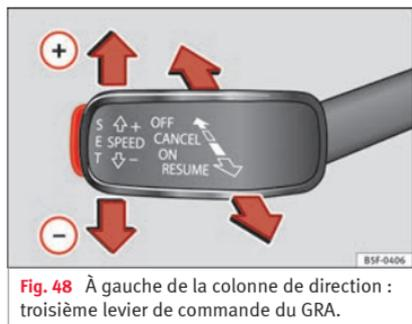

Fig. 48 À gauche de la colonne de direction : troisième levier de commande du GRA.
• Connecter le GRA : placez le troisième levier sur **ON** » fig. 48. Le système se met en marche mais il n'effectue aucune régulation car aucune vitesse n'a été programmée.
• Activer le GRA : appuyez sur le bouton **SET** » fig. 48. La vitesse est mémorisée et maintenue.
• Déconnecter le GRA temporairement : déplacez le levier en position **CANCEL** » fig. 48 et relâchez ou appuyez sur la pédale de frein. Le réglage est désactivé temporairement.
• Reconnecter le GRA : déplacez le levier en position **RESUME** » fig. 48 puis relâchez-le. La vitesse mémorisée sera de nouveau enregistrée et régulée.
• Déconnexion du GRA : déplacez le troisième levier sur la position **OFF** » fig. 48. La vitesse mémorisée est effacée et le système est déconnecté.